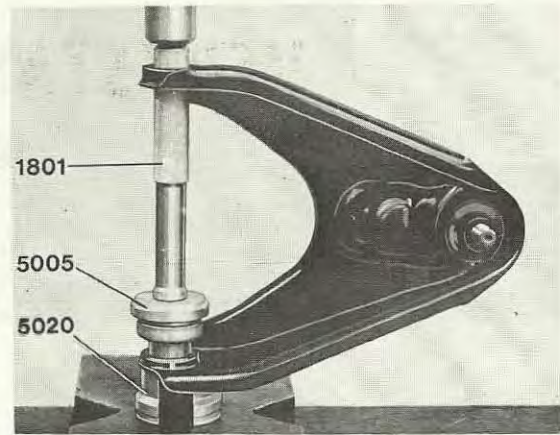

Bild 4
5. Pressa i främre bussningen (detaljnummer 679247-7) med hjälp av dorn 5005, skaft 1801 och hylsa 5020, se bild 4.